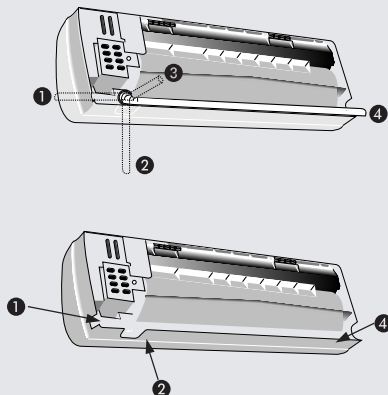

Figura 3
- La figura 3 muestra las salidas de la tubería: Hacia la derecha ① Abajo derecha ② O hacia atrás a la derecha ③